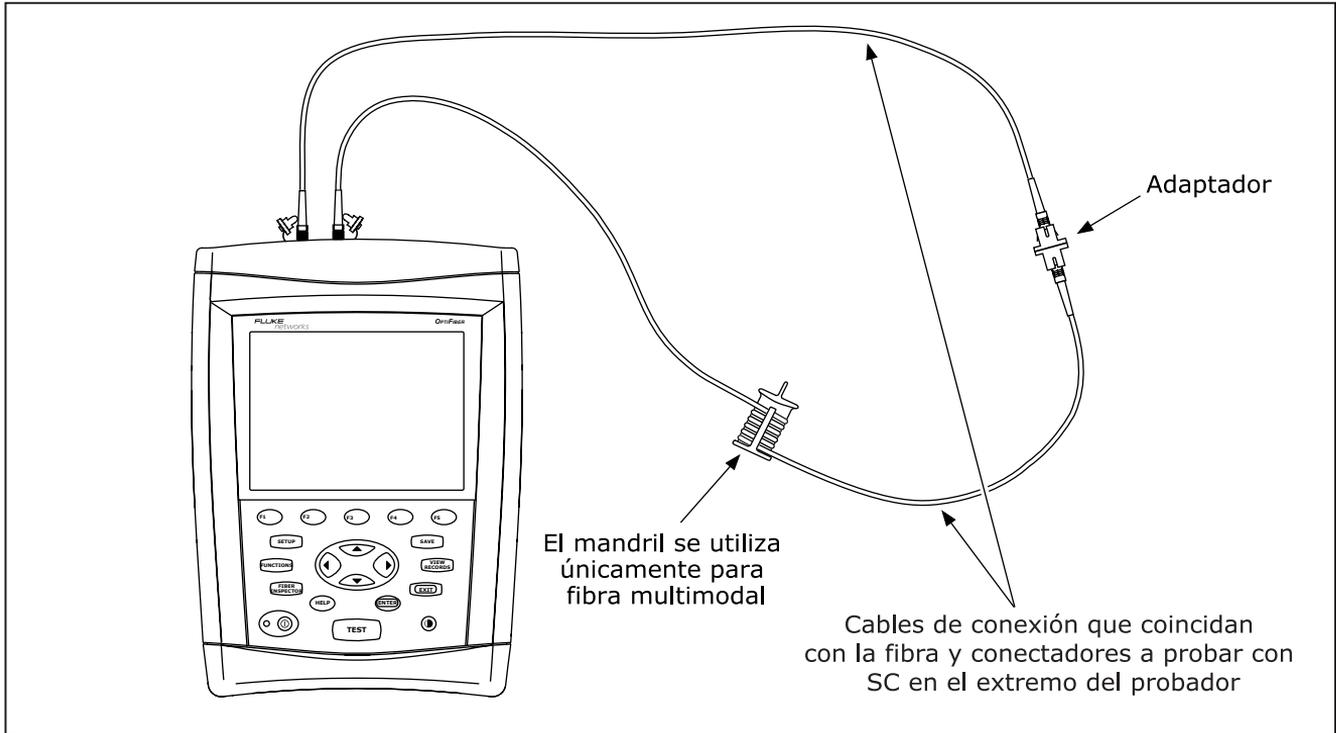

Figura 25. Conexiones de referencia para el modo Bucle cerrado
- 6 Pulse **FUNCTIONS** y después seleccione **Establecer referencia de pérdida/longitud**. Conecte los cables de conexión de referencia tal como se muestra en la pantalla y en la figura 25; y después pulse **ENTER**.